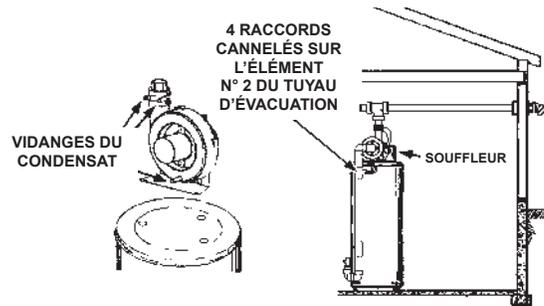

Figure 16. Souffleur
3. Le condensat s'écoule à partir de trois points du souffleur. Voir *Figure 16*. Un tuyau flexible part du bas du logement de souffleur; deux autres partent des orifices du connecteur en caoutchouc à la sortie du souffleur. Ces trois tuyaux de condensat sont raccordés aux raccords cannelés sur l'élément n° 2 du tuyau d'évacuation. Le tuyau du bas du logement de souffleur est attaché par deux colliers et les deux tuyaux du connecteur en caoutchouc sont attachés ensemble par un autre collier. S'assurer qu'aucun tuyau n'est plié ou tordu.